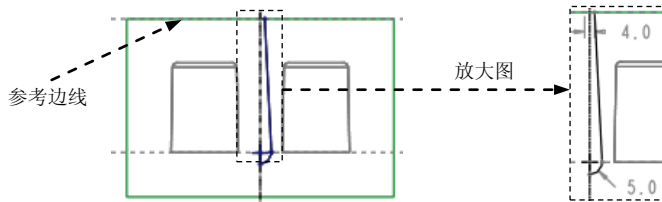

图 25.7 截面草图
(1) 选取旋转类型。在出现的操控板中，确认“实体”类型按钮 ☒ 被按下。
(2) 定义草绘截面放置属性。右击，从快捷菜单中选择 **定义内部草绘...** 命令。草绘平面为 MOLD_FRONT，草绘平面的参考平面为 MOLD_RIGHT 基准平面，草绘平面的参考方位是 **右**，单击 **草绘** 按钮。至此，系统进入截面草绘环境。
(3) 进入截面草绘环境后，选取 MOLD_RIGHT 和 MAIN_PARTING_PLN 为草绘参考和图 25.7 所示的边线为参考边线，绘制图 25.7 所示的截面草图。完成特征截面后，单击“草绘”操控板中的“确定”按钮 ☒。